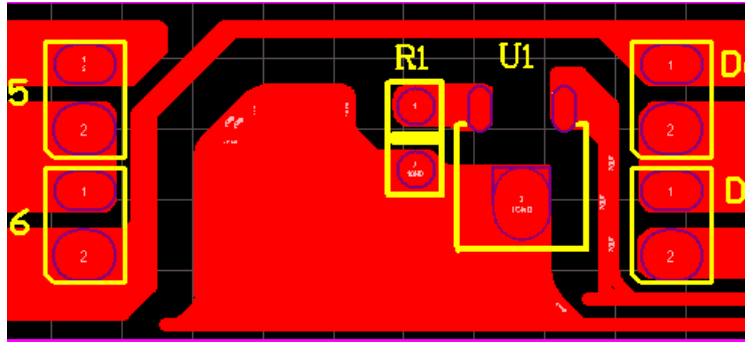

图 3. SM500A8 灯带 PCB layout 图
- (1) 芯片 GND 进行铺铜处理，进行散热，增加可靠性，铺铜如图 3 所示。